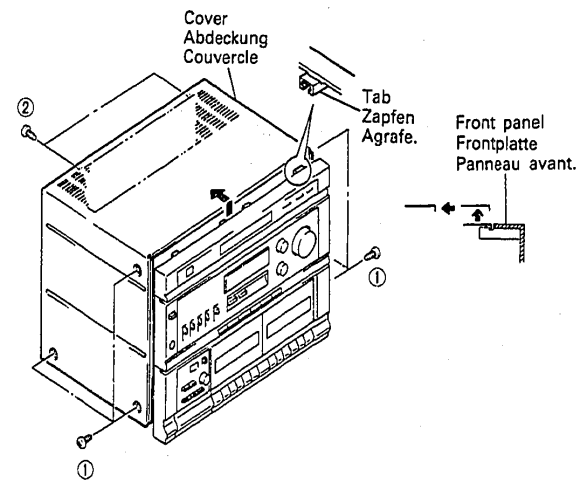

Fig. 1 Abb. 1
1. **Abdeckung (Abb. 1)**
1. **Couvercle (Fig. 1)**